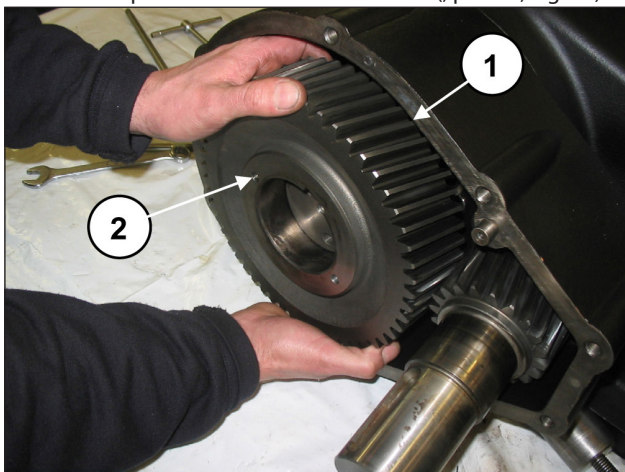

Fig. 12
Quitar la corona (pos. ①, Fig. 12). Si es necesario, aplicar un extractor de percusión en los 2 orificios M8 (, pos. ②, Fig. 12).